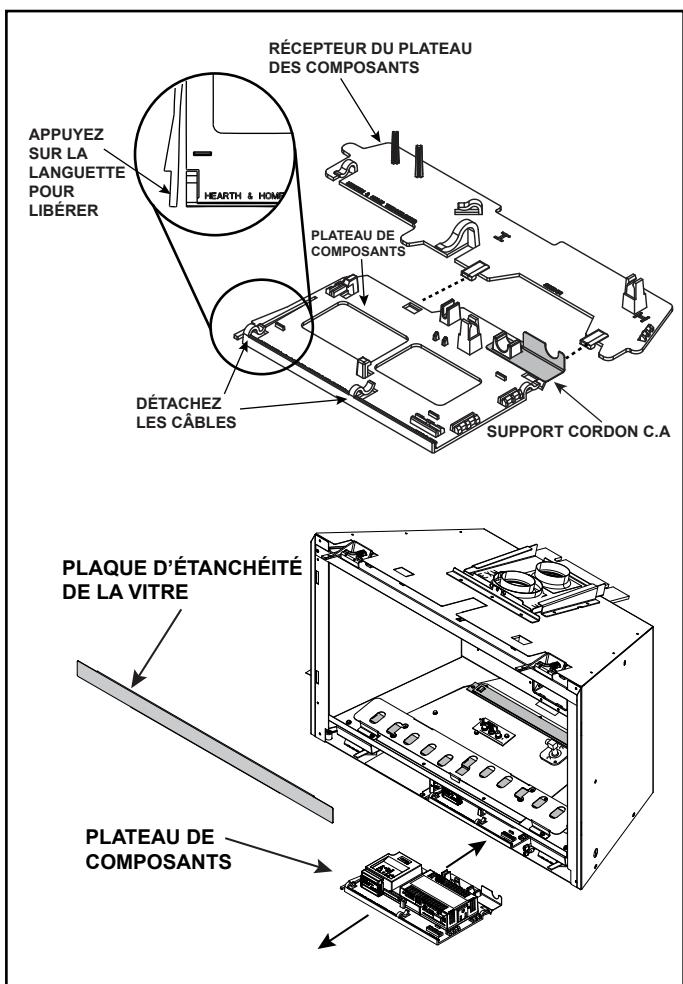

Figure 4.4 Accès au plateau de composants
- Pour y accéder, faites glisser le plateau de composants vers l'extérieur. Voir la figure 4.4.
**Remarque :** Il peut être nécessaire de retirer les câbles des pinces pour un accès complet. Voir la figure 4.4.